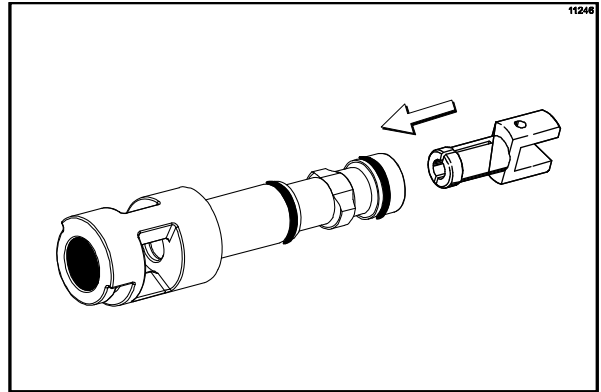

Рисунок 119
9. Сжимая расщепленный конец, вставьте ведомый спиннер через металлическое отверстие раздаточного клапана так, чтобы он встал на свое место. (См. рис. 119)